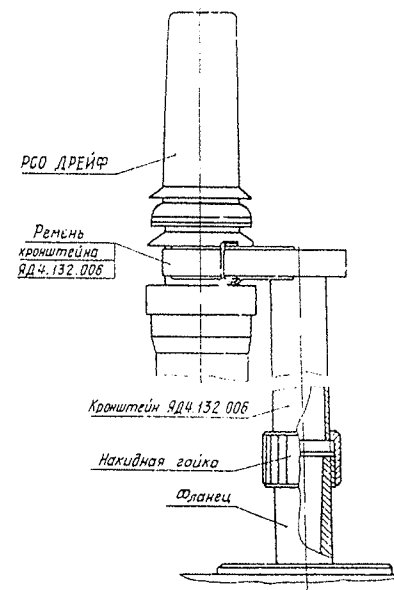

Рис. 9
3.3.6.2. На открытой спасательной шлюпке РСО закрепите на кронштейне ЯД4.132.006 штатным ремнём кронштейна. Кронштейн с закреплённым на нём РСО установите конусом в отверстие заранее установленного (по п. 3.2.4.2) фланца и зафиксируйте накидной гайкой (рис. 9).